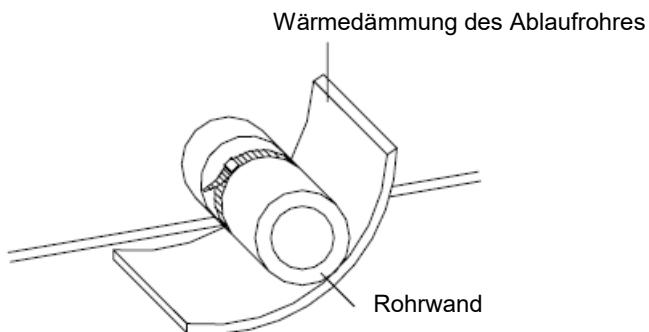

Abb. 13: Wärmedämmung des Ablaufrohres
- Das Ablaufrohr ist mit einem Gefälle von 5–10° zu installieren, um einen guten Kondensatablauf zu ermöglichen. Die Verbindungen des Ablaufrohres müssen mit Wärmedämmung bedeckt werden, um Kondensation am Rohr zu verhindern (siehe Abb. 13).